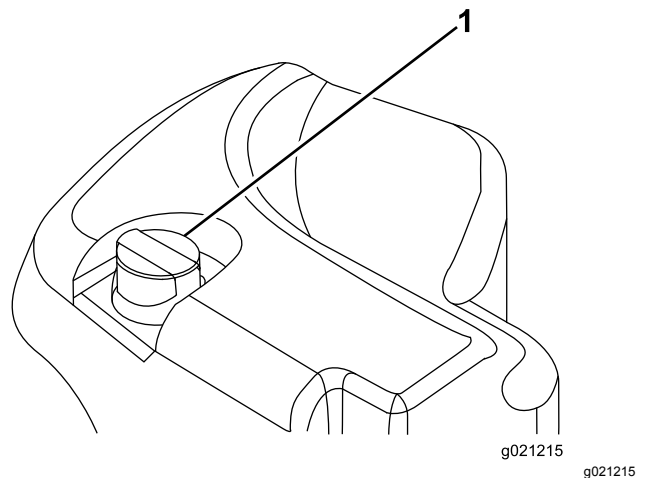

Figura 31
- Limpie la zona alrededor del cuello de llenado y el tapón del depósito hidráulico (Figura 31). Retire el tapón del cuello de llenado.